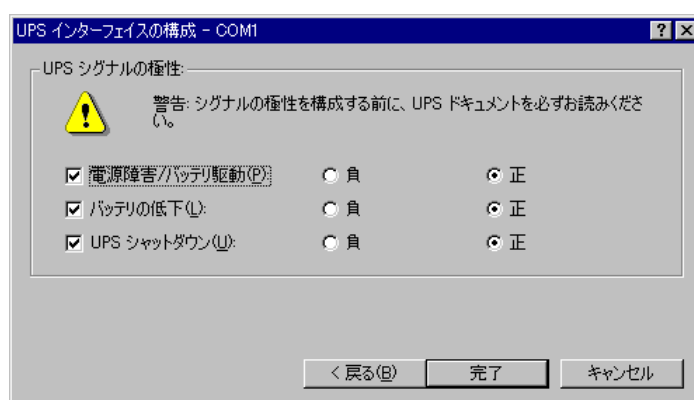

図7
④「製造元の選択(S)」から「一般」を選択し、「モデルの選択(M)」のカスタムを選択した後、「次へ(N)」ボタンをクリックすると、図7の画面になります。
⑤「UPS インターフェイスの構成」を図7に示す通りに設定します。